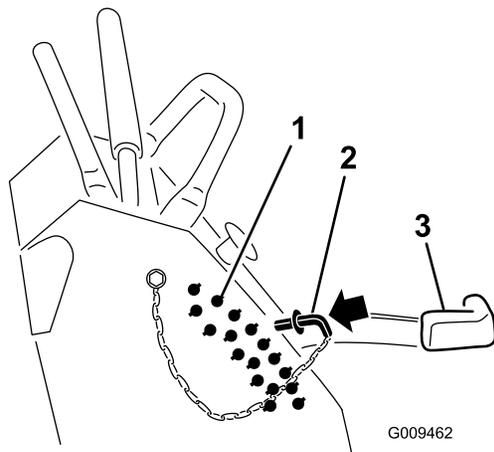

図 28
2. 刈高ブラケットについている穴から、希望する刈高に対応する穴を見つけ、その穴にピンを通す 図 28。
3. 刈高レバーをピンまで下げる 図 28。